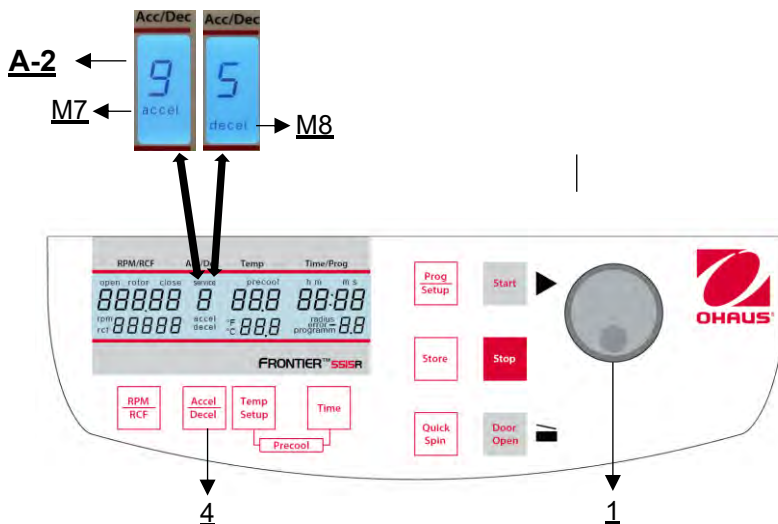

Figure 17
Cette fonction est activée par la touche **"Accel/Decel"** (4) (voir Figure 17).